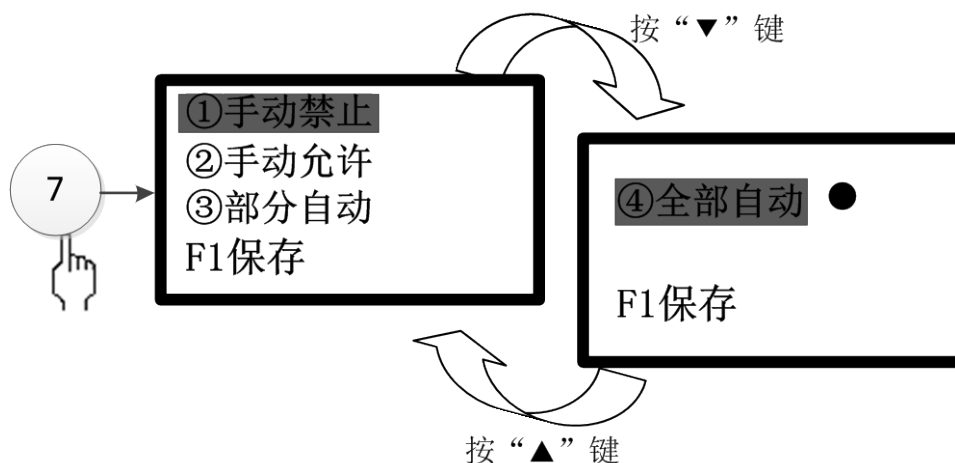

图 3-25
按下数字 7 键或光标移至⑦后按确认键，可进入联动模式设置界面(如图 3-25 所示)。进入本界面后，按上下方向键选择①手动禁止、②手动允许、③部分自动设置。选择完成后需要按“F1”键保存。